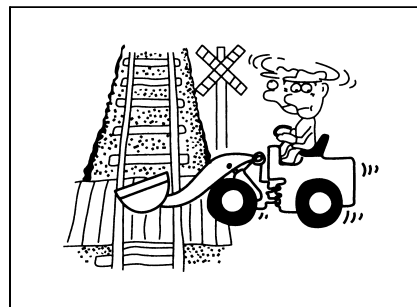

Рис. 1-48
- При движении по обычной дороге следует соблюдать правила уличного движения, не мешать уличному движению, особенно следует быстро проходить перекрестки(рис. 1-48).